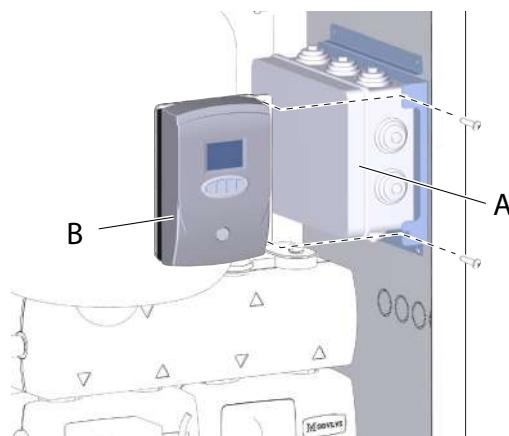

fig. 63 -
Se nel sistema è prevista l'installazione del kit solare, montare la centralina solare (part.B "fig. 63 -").
5. fissare l'assieme con 2 viti autofilettanti come indicato in "fig. 63 -".